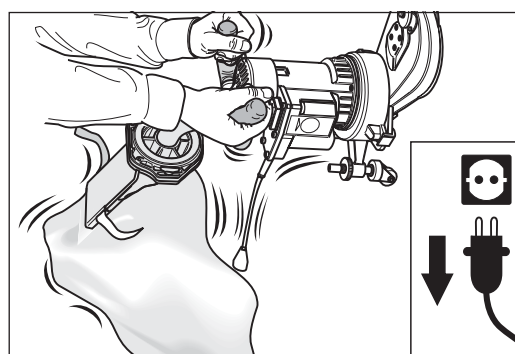

Abb. 22 Die Staubreste aus der Maschine in den Staubsack schütteln.
- 4 Schütteln Sie die Staubreste aus der Maschine in den Staubsack (Abb. 22).